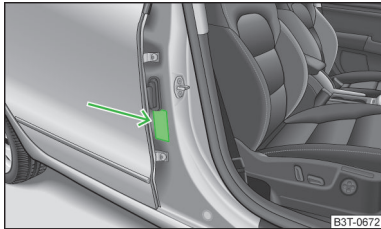

Abb. 160
- Auf diese Tatsache weist auch der Aufkleber hin, der sich an der B-Säule auf der Beifahrerseite befindet » Abb. 160. Der Aufkleber ist nach dem Öffnen der Beifahrertür sichtbar. Für einige Länder ist der Aufkleber an der Sonnenblende des Beifahrers angebracht.